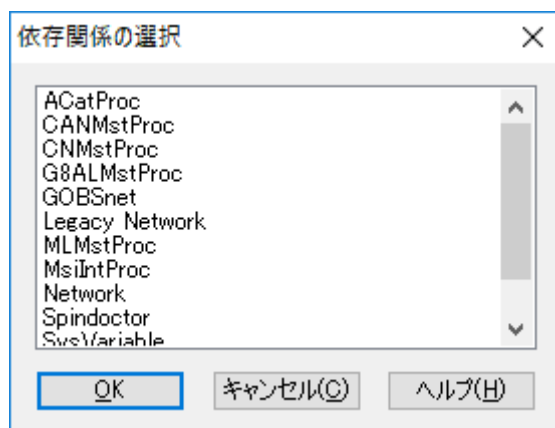

図 4-2-4-4. Auto Load 依存アプリケーション設定画面 (PLCOpenProc の場合)
- ⑥ 「OK」ボタンをクリックし、図 4-2-4-1 の画面に戻った後、「保存」をクリックします。これで Auto Load の設定は完了します。